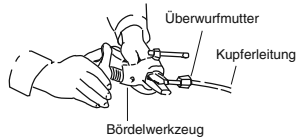

Abb. 5-3
- Das andere Ende der Kupferleitung mit dem Bördelwerkzeug nun ebenfalls aufweiten. (Abb. 5-3)